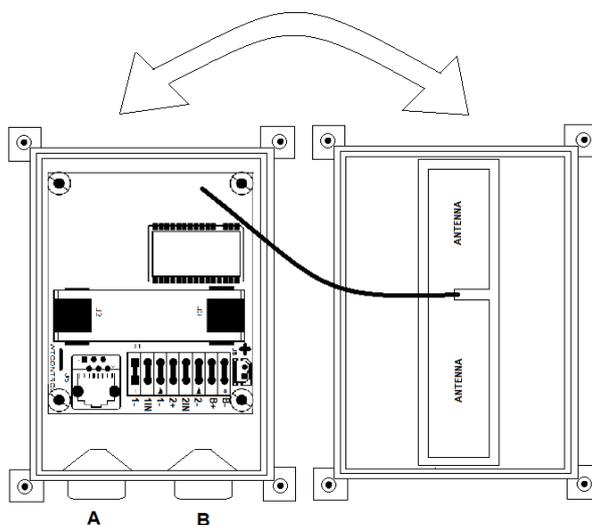
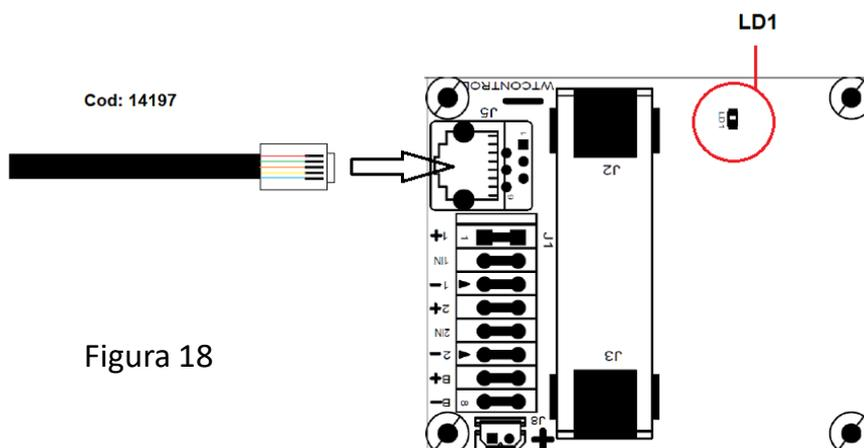

Figura 13
Figura 18
3.2 – Aprire il TX3 separando il coperchio dalla base, facendo attenzione al cavo dell'antenna che tiene insieme le due parti (Figura 13). **Non tirare il cavo dell'antenna onde evitare il distacco della parti saldate.**
**4.1** – Aprire il contenitore del TX3 che si vuole verificare come in Figura 13 ed inserire il connettore di setup (Cod: 14197) nella presa J5 del TX3 (Figura 18). Una volta inserito il connettore nella presa J5 il TX3 entra in modalità setup, il LED LD1 inizia a lampeggiare ed il TX3 a trasmettere una vota ogni 6 secondi.